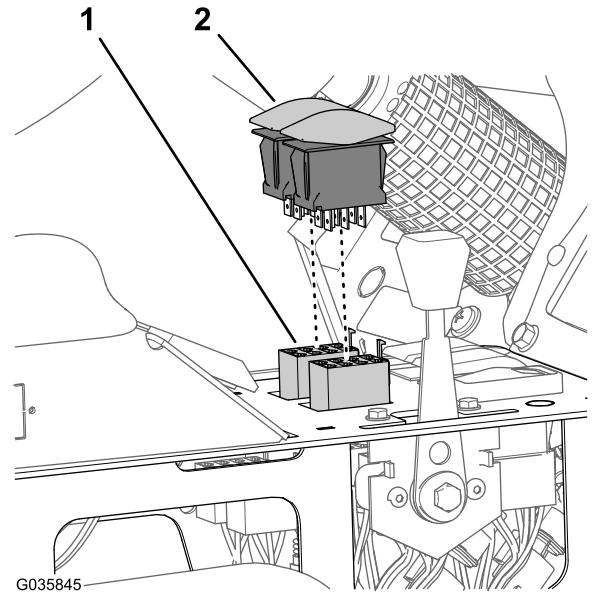

図 40
3. 左右のブーム昇降用のスイッチから、車両用のワイヤーハーネスの8ソケットコネクタを外す図40。
4. ウルトラソニックブーム仕上げキットのワイヤーハーネスの8ソケットコネクタに、ロッカースイッチに接続する(図40)。
5. 中央コンソールパネルの穴にブーム昇降スイッチを入れ、パチンとはまるまで完全に押し込む図 40。